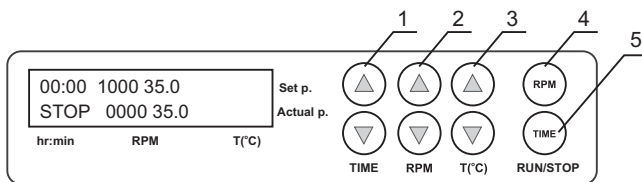

Рис.1 Панель управления
- 4.3 С помощью соответствующих кнопок «▲» и «▼» (рис. 1/1) установить необходимый интервал времени в часах и минутах (шаг – 1 мин). Если кнопка удерживается нажатой длительное время, шаг смены значений увеличивается.
- 4.4 С помощью соответствующих кнопок «▲» и «▼» (рис. 1/2) установить необходимое количество оборотов в минуту (шаг – 10 об./мин). Если кнопка удерживается нажатой длительное время, шаг смены значений увеличивается.
- 4.5 С помощью соответствующих кнопок «▲» и «▼» (рис. 1/3) установить необходимую температуру (шаг – 0.1 °C). Если кнопка удерживается нажатой длительное время, шаг смены значений увеличивается.
- 4.7 Нажать кнопку **RPM-RUN/STOP** (рис.1/4). При этом начинается движение платформы, и таймер начнет отсчет установленного интервала времени (с точностью до 1 мин).
- 4.10 При необходимости можно перезапустить таймер во время его работы. Для этого дважды нажмите кнопку **TIME RUN/STOP** (рис. 1/5) (первый раз для остановки таймера, второй - для повторного запуска).
Внимание! По истечении заданного интервала времени, вращение платформы прекращается автоматически, но нагрев можно прекратить, только сокращая температуру кнопкой T,°C «▲» (рис. 1/3 – нижняя кнопка) до появления индикации OFF в верхней части дисплея.